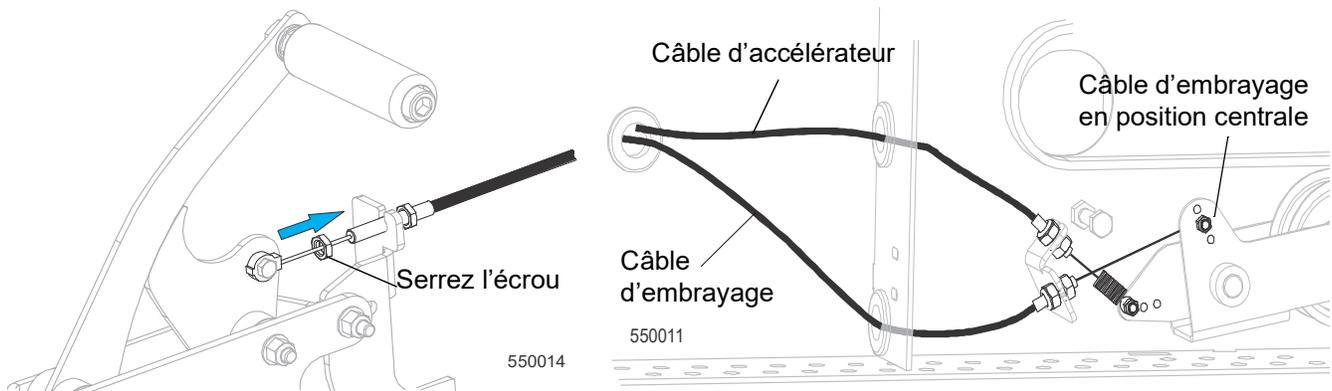

FIG. 3-38
3. Placez le câble dans le support ; ajustez si nécessaire. Voir Figure 3-38.
- Faites passer le câble par les œillets de la tête de coupe et fixez-le à l'embrayage. Voir Figure 3-38.